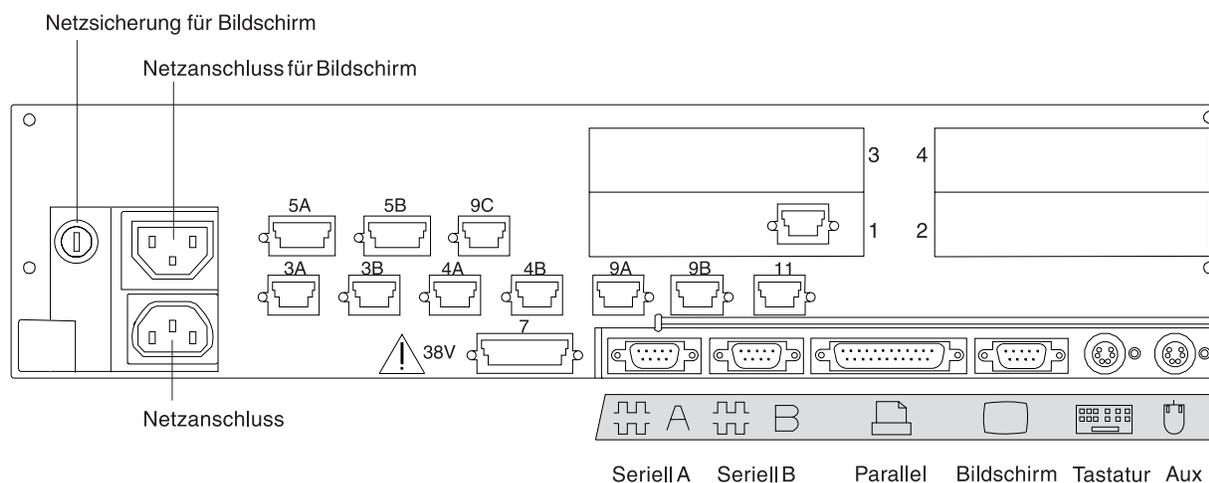

Abbildung 76. Rückseite der Datenkasse IBM 4693-5x1 oder IBM 4693-7x1
7. In Abb. 76 die Buchsen, an die die Kasseneinheiten angeschlossen werden sollen, durch ein X kennzeichnen.